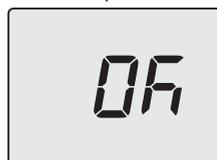

Figura 5.46
- Premendo il tasto 13 (Figura 5.38) si ottiene la conferma del valore inserito. Il display visualizzerà per 5 sec. quanto segue (Figura 5.46) poi, si porterà al livello superiore.